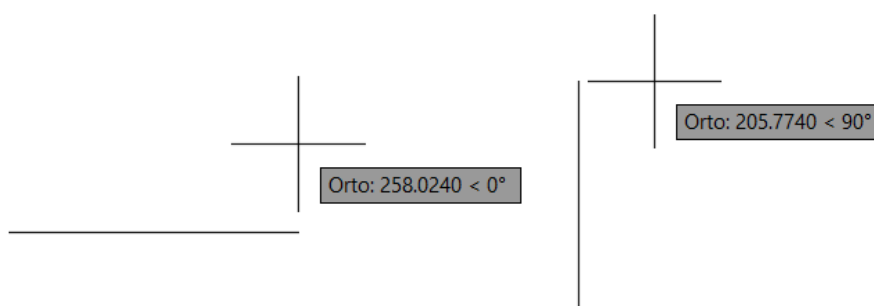

Figura 3.7. Línea con función *Orto* activada.
- Cuando está activado, muestra junto al puntero de dibujo, el ángulo y la distancia al último punto (Figura 3.7).